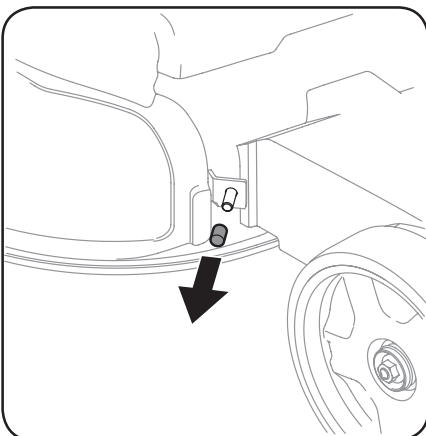

**Figura 2-8**
- e. Gire el colector de césped hacia abajo de manera que quede apoyado sobre la abertura trasera de la cortadora. Vea la Figura 2-8. Suelte la puerta de descarga de modo que quede apoyada contra el colector de césped.